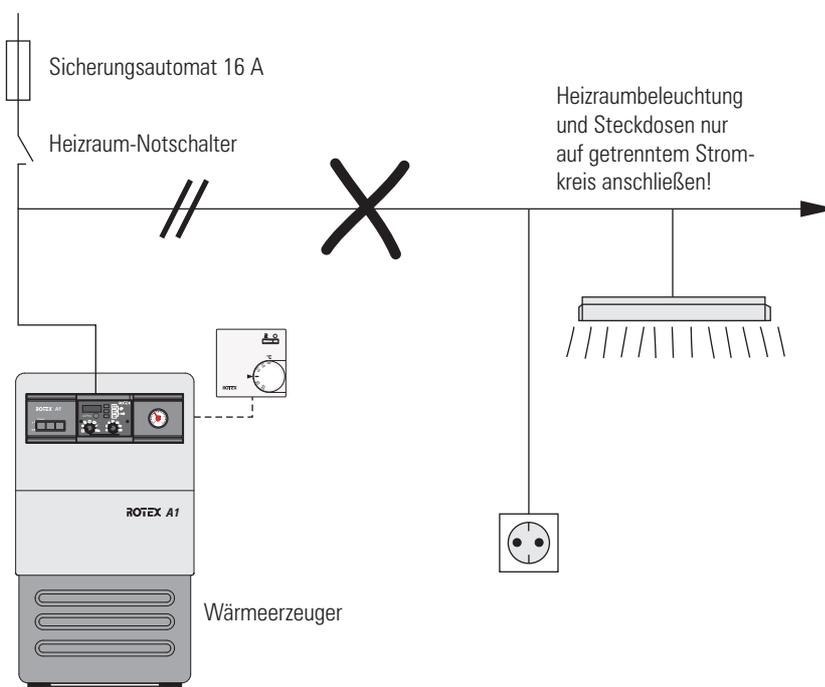

Fig. 6-1 Separazione di rete del riscaldamento da altre utenze elettriche
- Il collegamento alla rete dell'impianto di riscaldamento (quadro di comando della caldaia – dispositivo di regolazione) deve costituire un circuito elettrico indipendente. Non devono essere collegate o collegabili né lampade fluorescenti né altre macchine che possono rappresentare una fonte di disturbo (vedere la Fig. 6-1).